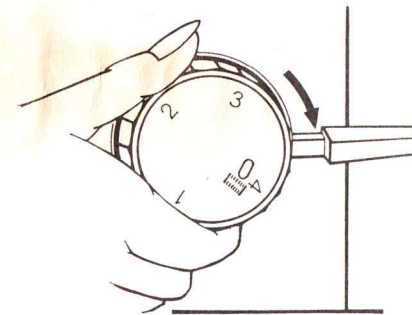

Abb. 20
16. Einstellen der Stichlänge (Abb. 20)